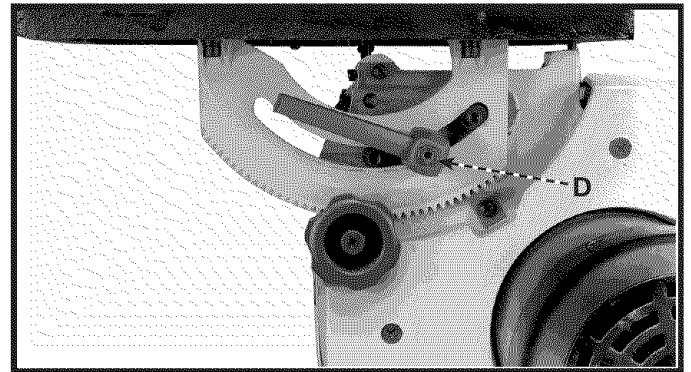

Fig. 13A
6. Remonter la vis (D) fig. 13A et la serrer avec la clé hexagonale de 4 mm fournie.